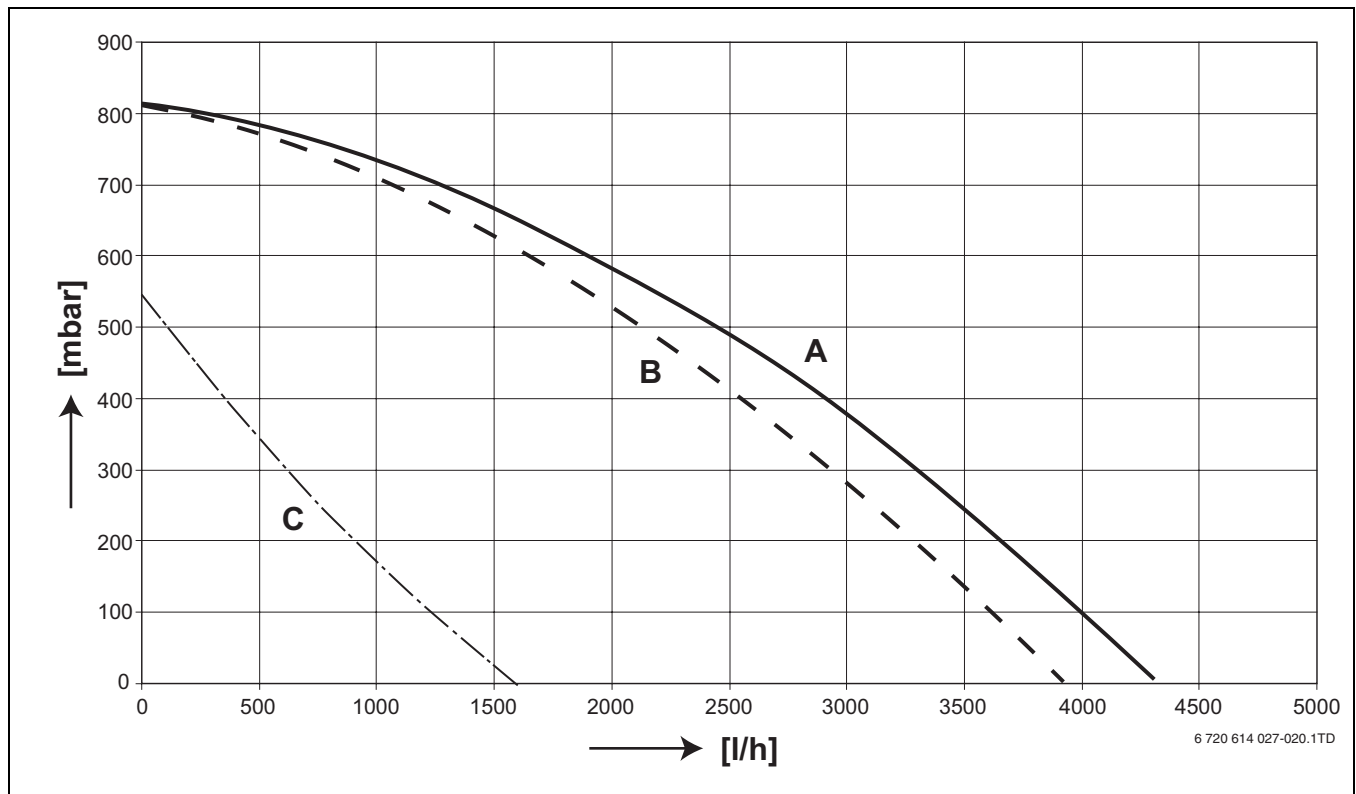

Bild 20 Restförderhöhe hinter der Anschlussgruppe (UPER 25-80) - mit und ohne Rückschlagklappe
- ▶ Für die Berechnung der Durchmesser von Vorlauf- und Rücklaufrohr die Restförderhöhe hinter der Anschlussgruppe bei minimal benötigten Volumenstrom beachten (→ Tab. 4 und Bild 20, Seite 14). Die minimalen Durchmesser des Vorlauf- und Rücklaufrohrs sind 1½" oder Ø 35 mm.